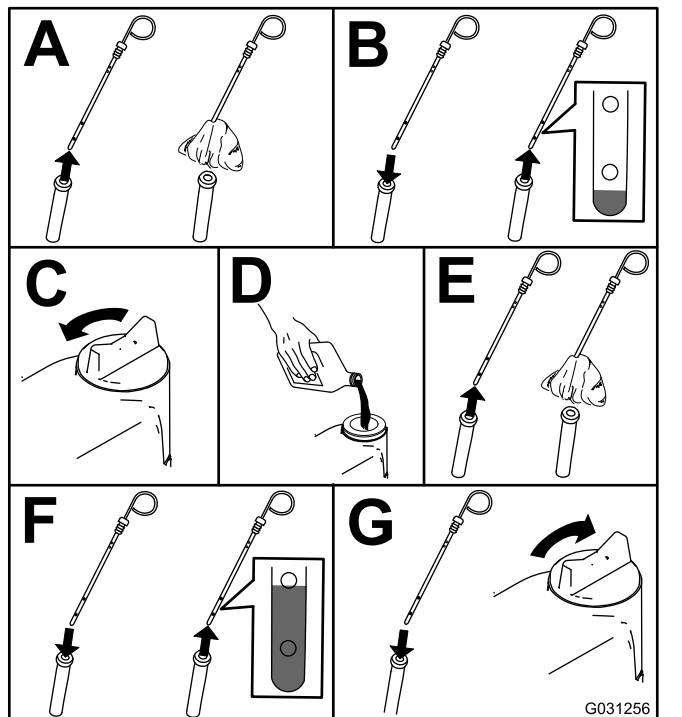

Figure 76
2. Contrôlez le niveau d'huile moteur (Figure 76).